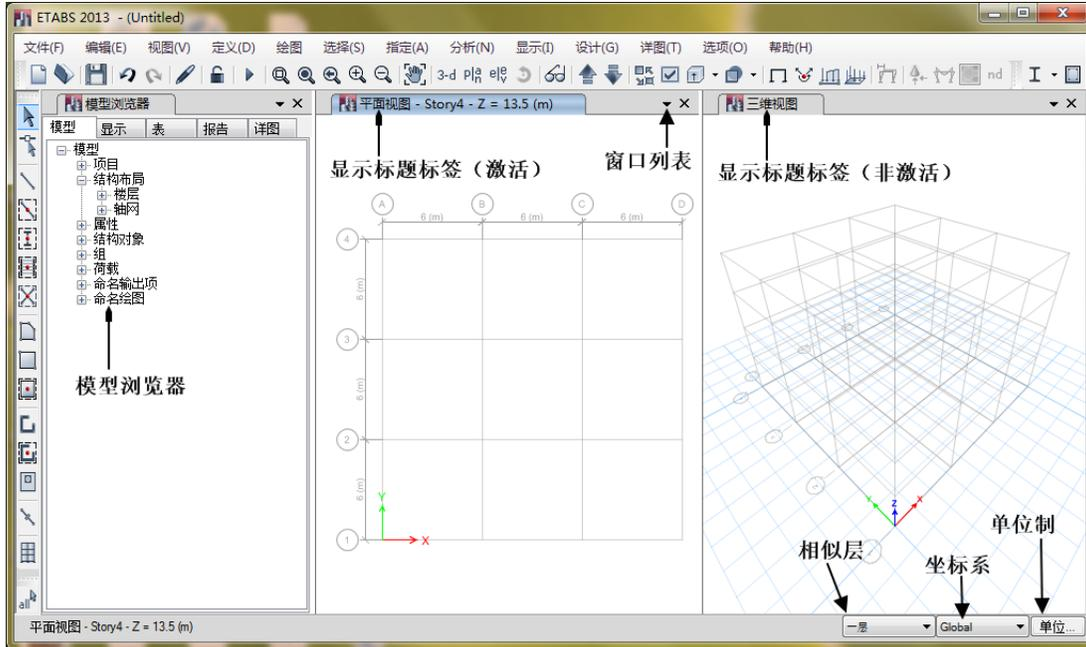

图 2-3 ETABS 主窗口
- 4) 点击**确定**按钮，返回主窗口并显示新建的轴网，如图 2-3 所示。
如图 2-3 所示，默认的 ETABS 主窗口以两个视图显示，左侧为平面视图，右侧为三维视图；通过**窗口列表**按钮可以增加视图数量；点击窗口列表旁边的**关闭[X]**按钮，可以关闭视图。